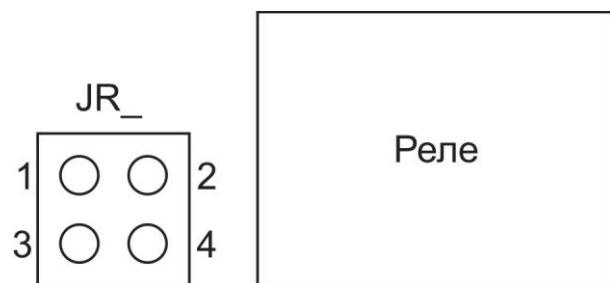

Рис. 7.2. Фрагмент установки элементов на плате автоматики
7.5.5. Рядом с реле Р5 и Р6 на плате размещены 4-х контактные гребенки с перемычками JR7 и JR8, соответственно (см. рис. 7.2). Если в комплект поставки дефектоскопа не входят устройства звуковой и световой сигнализации, а предполагается использовать устройства потребителя, то перемычки устанавливаются так, чтобы замыкались контакты 1-2. В противном случае изготовитель устанавливает перемычки для замыкания контактов 1-3 и 2-4.